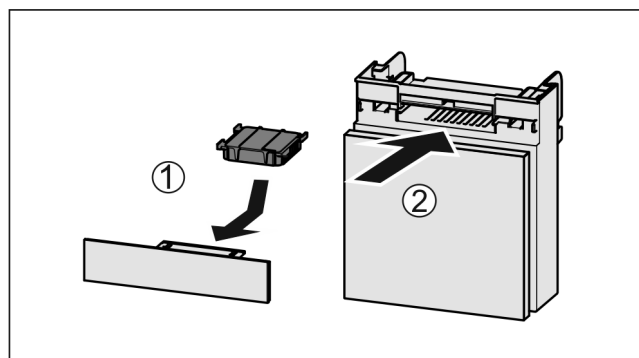

Fig. 117
- ▶ Aktivkohlefilter nach Abbildung einsetzen Fig. 117 (1).
- ▶ Fach einschieben *Fig. 117 (2)*.